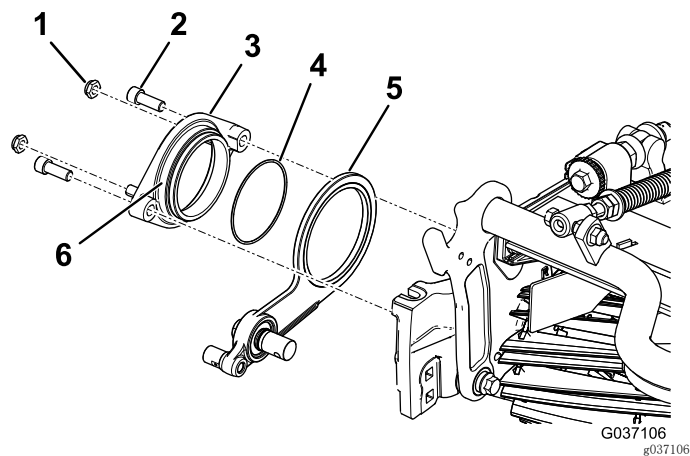

图8
3. 在枢轴轮毂组件外径上涂抹防粘剂 (图8)。
4. 用 2 个内六角螺栓将枢轴轮毂固定到滚刀的怠轮总成上 (图8)。
5. 将 2 个锁紧螺母松松地安装到枢轴轮毂上 (图8)。